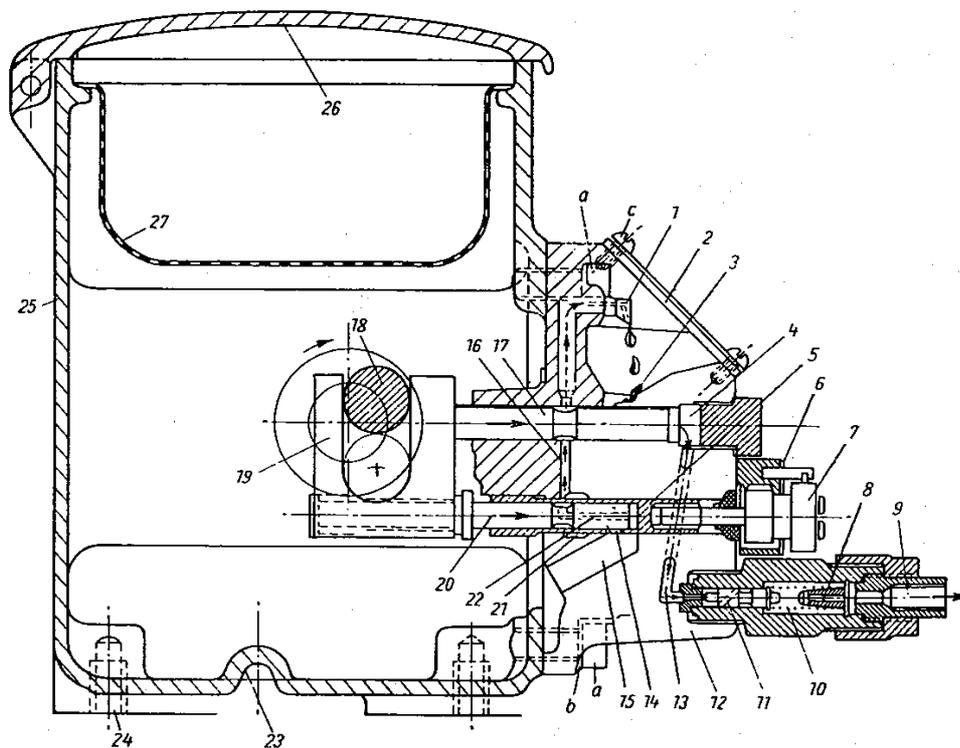

Bild 48 Michalk-Hochleistungs-Ölschmierpumpe Typ JM
Sobald die Exzenterwelle den höchsten Hub überschritten hat, wird der Zubringerkolben nach rechts bewegt und drückt das vorher angesaugte Öl durch Kanal (22) und Ringnut (21) über Kanal (16) zur Tropfdüse (1) (Bild 48). Das Öl sammelt sich im Ansaugkanal (3).